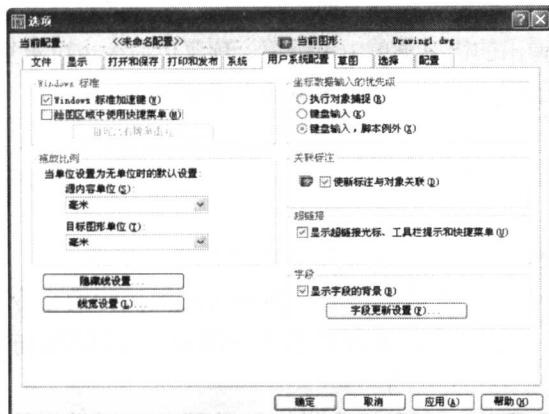
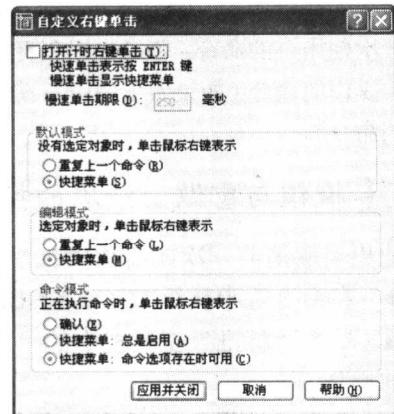

图 1-6 “选项”对话框
图 1-7 “自定义右键单击”对话框
- (1) 单击“工具”|“选项”命令，弹出“选项”对话框。
- (2) 单击“用户系统配置”选项卡，然后在该选项卡的“Windows 标准”选项区中取消选中“绘图区域中使用快捷菜单”复选框，如图 1-6 所示，然后单击“确定”按钮即可。
取消该功能后，执行命令过程中单击鼠标右键便为确认操作，执行某个命令之后单击鼠标右键则重复执行上一个命令。用户也可以自定义在不同状态下单击鼠标右键时的功能。当在如图 1-6 所示的“用户系统配置”选项卡中选中“绘图区域中使用快捷菜单”复选框时，单击“自定义右键单击”按钮，弹出如图 1-7 所示的“自定义右键单击”对话框，在该对话框中按需要进行设置后，单击“应用并关闭”按钮返回“选项”对话框，然后单击“确定”按钮即可。